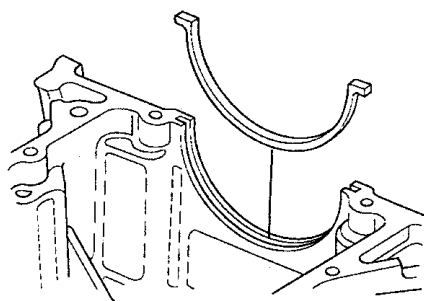

图 2-57 安装油底壳垫圈
- 3) 如图 2-57 所示，将新的油底壳垫圈安装在油底壳上。